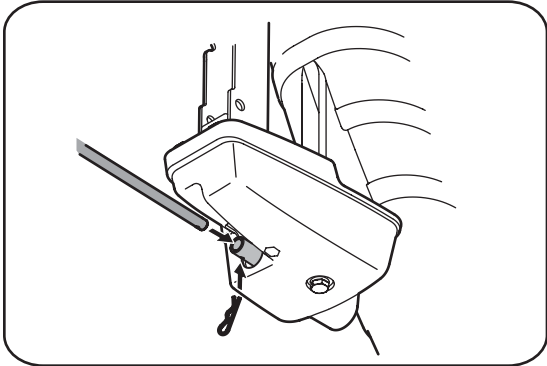

Figure 3-6
- a. Retirez la goupille fendue et insérez la manivelle de commande de la goupille dans le raccord sur l'ensemble de la commande de la goupille. Voir la Figure 3-6.